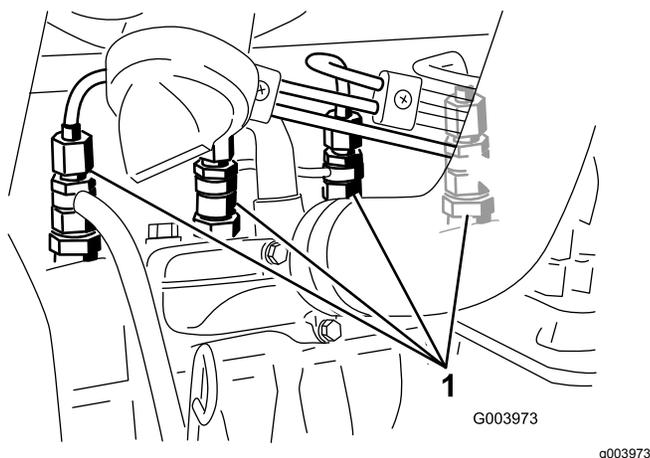

図 57
1. 燃料噴射ポンプの No.1インジェクタノズル(図 57)へのパイプ接続部をゆるめる。